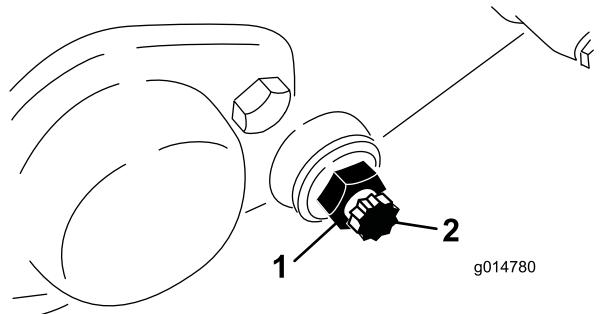

図 59
3. ベッドバー bolt (図 59) を固定している jam nut (機体両側) をゆるめる。
4. 各ベッドバー bolt を抜いてベッドバーを下に引き抜いて外す。ベッドバーの両端にナイロンワッシャとスチールワッシャが 2 枚ずつあるので注意する（図 59）。